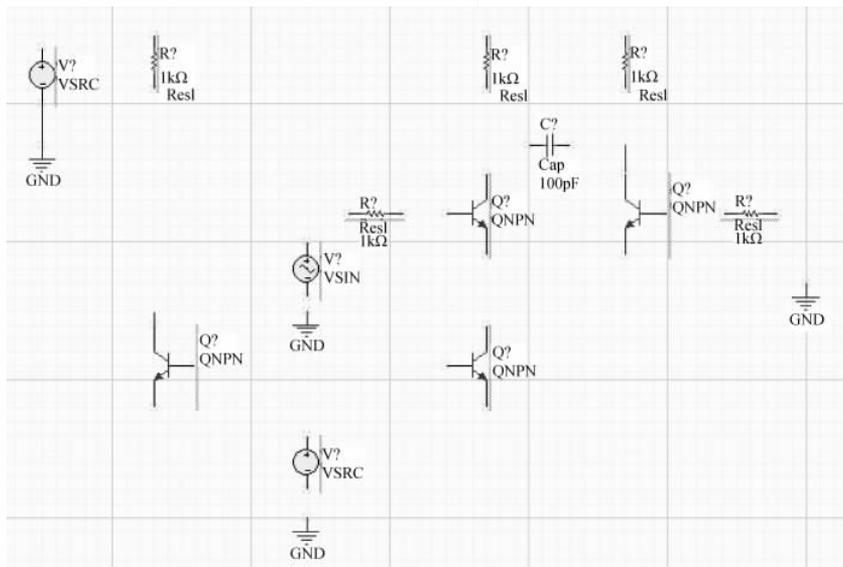

图 3-63 仿真元器件和信号源
- (1) 从 Miscellaneous Devices.IntLib 库中分别找到名字为 Res1 的电阻元器件、名字为 Cap 的电容器件、名字为 QNPN 的晶体管(必须选择 Model Type 为 Simulation 的元器件), 并将其按照图 3-63 所示的位置进行放置。
(2) 从 Simulation Sources. IntLib 库中找到名字为 VSRC 和 VSIN 的元器件,并按照图 3-63 所示的位置进行放置。
(3) 单击 AD 主界面下工具栏内的  按钮,将 GND 按照图 3-63 所示的位置进行放置。